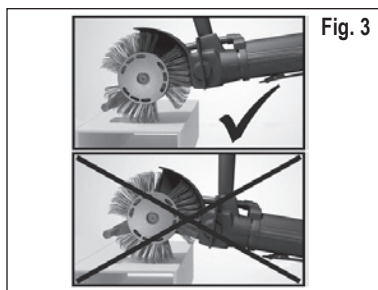

Fig. 3
8. Per un'ottimale prestazione, fare attenzione a condurre la barra di accelerazione sopra la superficie da lavorare tenendola vicino a questa. In caso di distanza fra barra di accelerazione e superficie troppo grande, si riduce sensibilmente la qualità della prestazione. Vd. Fig. 3. Una dettagliata descrizione delle modalità di lavoro dell'utensile **MBX® Bristle Blaster®** si può trovare nel **DVD in dotazione alla fornitura o presso il sito www.monti.de**.